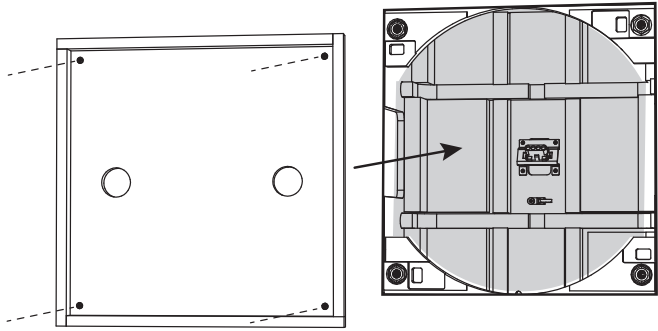

图5. 从孔中取出石膏板, 并安装好盖板
2. 安装干式墙之后, 请使用合适的手动工具小心地切开干式墙的孔, 并使用后盖的矩形孔作为导向 (图 5)。注意不要割破扬声器导线或任何后盖木材。确保石膏板孔不大于背面罐的孔。清除后盖内的灰尘或碎屑。